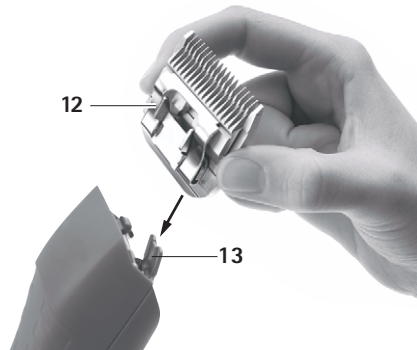

图 2
- 切割頭 12 插在開啓之量測鉸鏈 13 上，參見 图 2。
- 切割頭 12 輕輕朝 FAV5 CL/FORTIS 剪毛機方向按壓，參見 图 2。